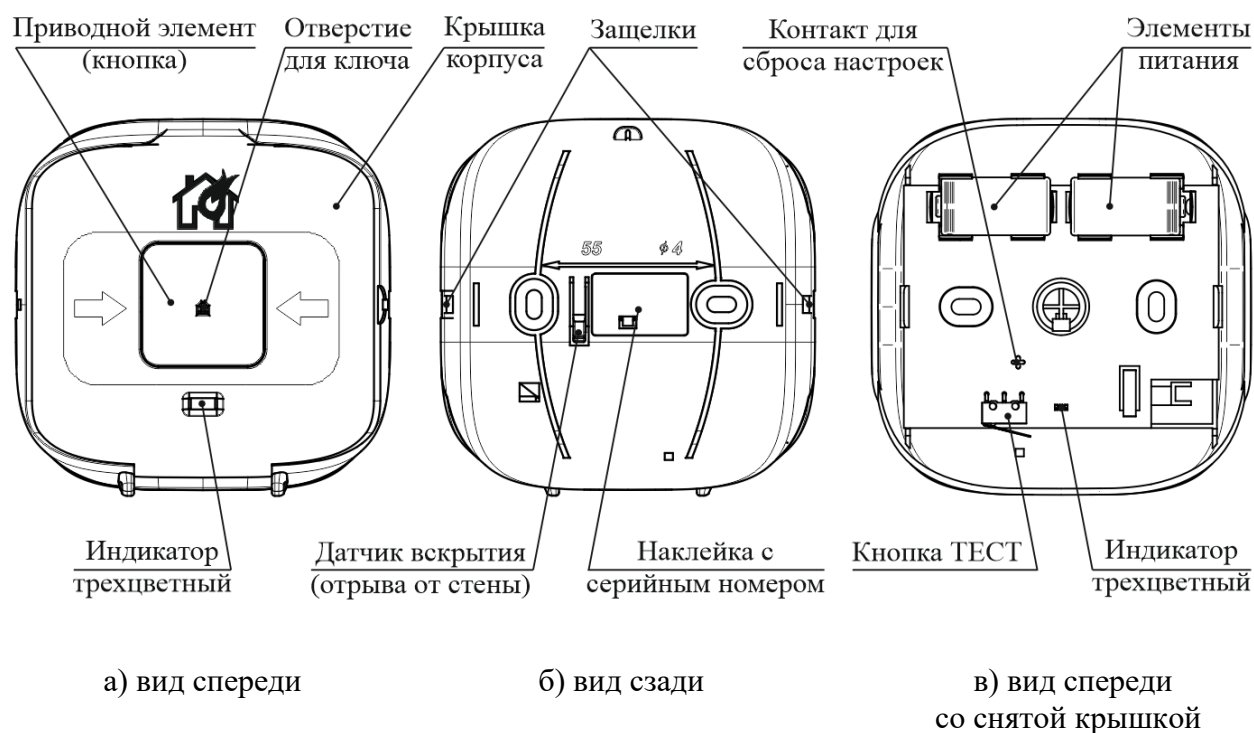

Рисунок 1
5.4 Внести для всех ИПР в списке устройств РЛС серийные номера, указанные на наклейках на корпусе и плате (рисунок 1) путем ввода с клавиатуры или сканером штрих кодов.